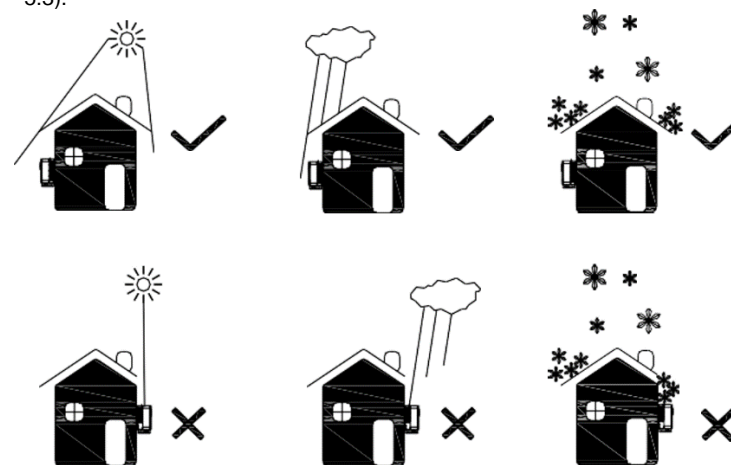

Abb. 5.3
- A. Obwohl der Wechselrichter der Schutzklasse IP 65 entspricht, ist es ratsam ihn an einem Ort zu montieren, an dem er vor Regen und Schnee geschützt ist (siehe Abb. 5.3).